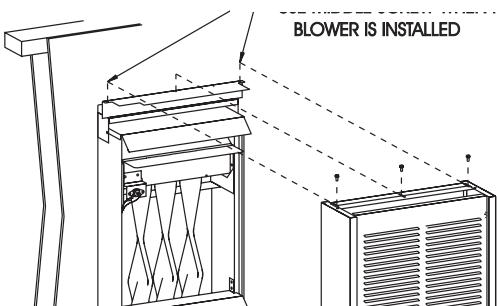

Figura 1
9. Fijar la carcasa exterior al ensamblaje del cabecero. Importante: No se usara el agujero de la claridad. Los dos agujeros de claridad se usaran para unir la cascasa exterior al ensamblaje del cabecero, el (1) tornillo del paso 4 y (1) tornillo suministrado la Figura 1.